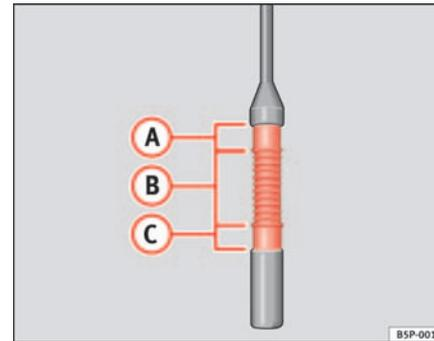

Abb. 123 Ölmesstab.
- Ziehen Sie den Ölmesstab wieder heraus und lesen Sie den Ölstand am unteren Ende des Ölmesstabes ab ⇒ **Abb. 123**.
Befindet sich der Ölstand im Bereich ⇒ **Abb. 123 (A)**, darf kein Öl nachgefüllt werden.